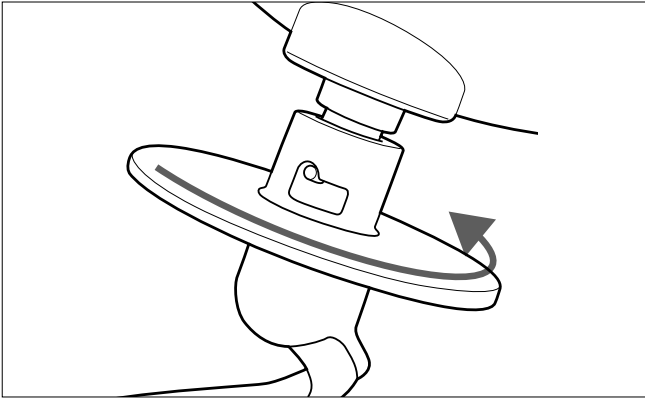

Fig. 7 - Fijar el accesorio de batir
- ▶ Presione el accesorio de batir hacia arriba y gírelo en sentido horario hasta que encaje. El accesorio de batir solo podrá colocarse y girarse correctamente si la pestaña guía se halla en la correspondiente ranura guía (véase Fig. 7).